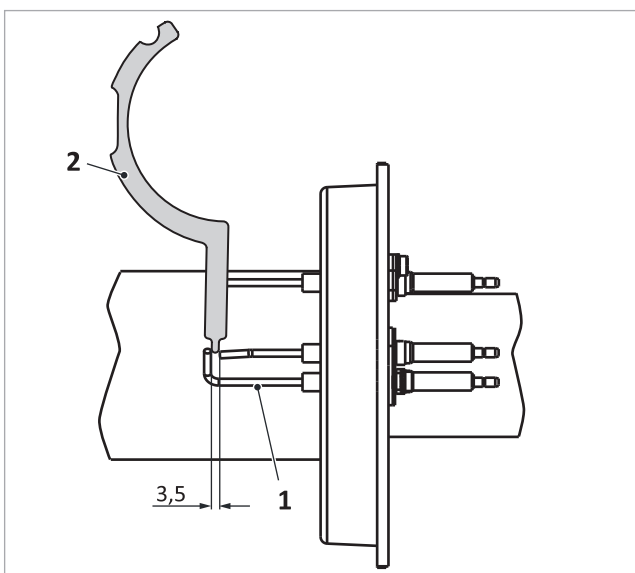

Abb. 115: Abstand Elektrode zur Masse an der Zündelektrode
1. Abstände der Ionisationselektrode mit Hilfe einer Elektrodenlehre → Abb. 115 (2) überprüfen (ggf. durch vorsichtiges Biegen korrigieren).
- Elektroden untereinander → Abb. 115 (1): 3,5 mm